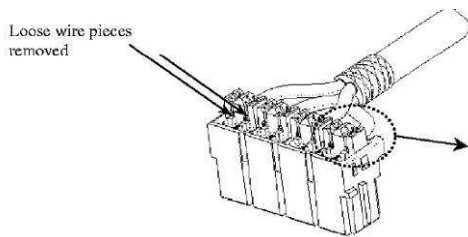

Figure 5 / Abbildung 5
9. Remove any loose pieces (see figure 5).
9. Ader- und Drahtreste entfernen (siehe Abbildung 5).